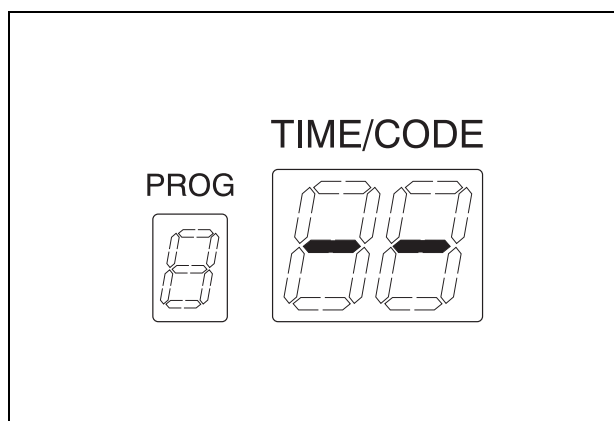

Рис. 7.95
16. Промойте трубку подачи спирта, запустив процесс промывки спиртом на вспомогательной панели управления. Убедитесь, что количество стерилизованной воды в контейнере уменьшается в ходе процесса. Процесс закончится автоматически через три минуты (см. Рис. 7.95).
- 18.** Удалите воду из трубки и заполните ее спиртом, запустив процесс промывки спиртом на вспомогательной панели управления. Процесс закончится автоматически через три минуты (см. Рис. 7.95).